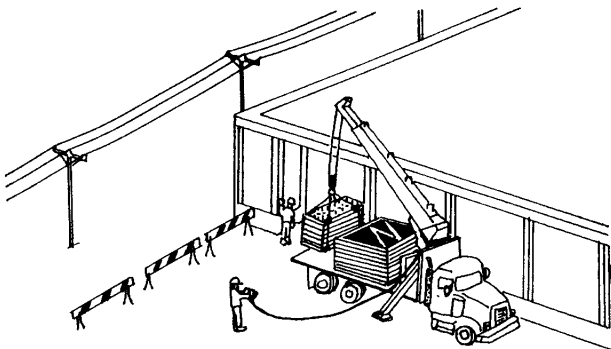

Figure 4
- Repérer les lignes électriques et prévoir les déplacements ainsi que les manoeuvres du camion-grue de façon à respecter la distance d'approche minimale (figure 4).